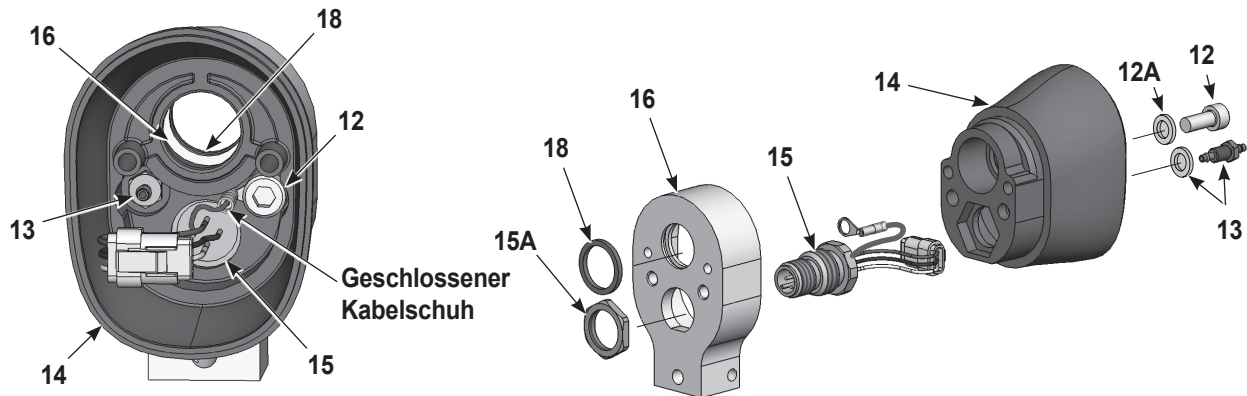

Abbildung 24 Applikator für Stangenmontage zerlegen, 3 von 3
8. Siehe Abbildung 24. Zum Zerlegen der hinteren Gehäusebaugruppe die Schraube (12), den Sicherungsring (12A) und den Schlauchsteckanschluss und den Sicherungsring (13) aus dem hinteren Gehäuse (14) entfernen. Ein 3-mm-Innensechskantschlüssel und ein 1/4-Zoll-Steckschlüssel mit Verlängerung sind erforderlich.
9. Die Mutter (15A) von der Buchse (15) entfernen, den Adapter vom hinteren Applikatorgehäuse abziehen und den Buchsenkabelstrang durch das Gehäuse führen.
10. Den Quad-Ring (18) im Adapter (16) prüfen und bei Beschädigung ersetzen.